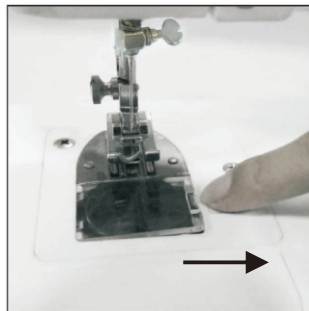

Fig.7
1. Sväng spolskyddet till höger och ta bort skyddet (Fig.7).